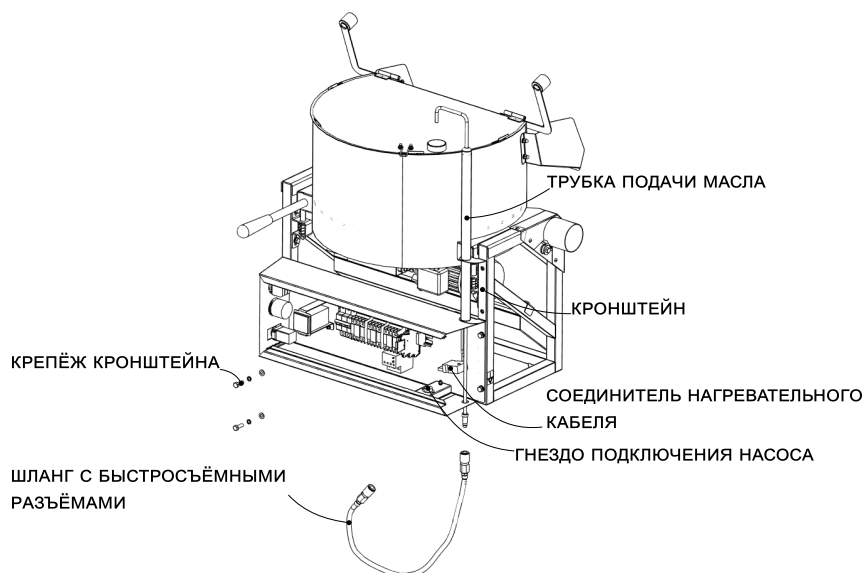

Рисунок 6: Установка трубки подачи масла
8. В случае использования насоса подачи масла VPM-BOPM необходимо установить трубку подачи масла. Откройте блок электрокомпонентов, установите **трубку подачи масла**, и закрепите **кронштейн** к раме изделия, см. Рис.6.